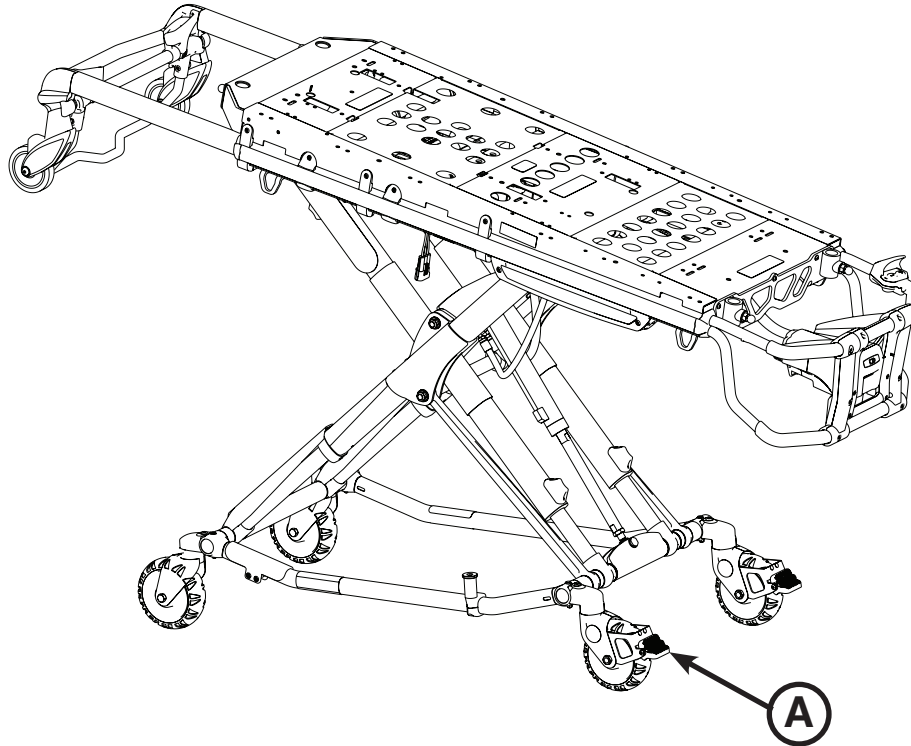

Figure 31 : Blocage de roue
Pour activer les blocages de roue en option, presser la pédale (A) à fond, comme le montre la Figure 31, jusqu'à ce qu'elle bute et qu'elle appuie fermement sur la surface de la roue.